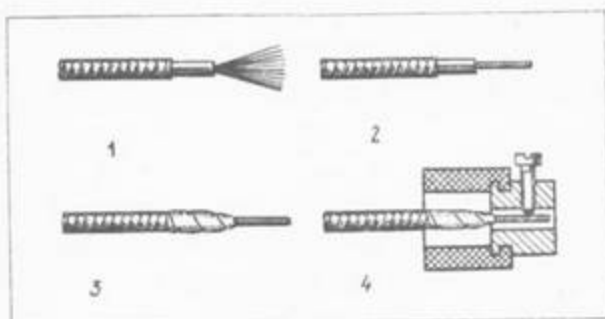

Рис. 4
Для присоединения к зажимам концы проводов подвергают специальной заделке тычком или петелькой. На рис. 4 показана заделка конца тычком. На конце провода снимают небольшой участок изоляции (1). Жилу зачищают